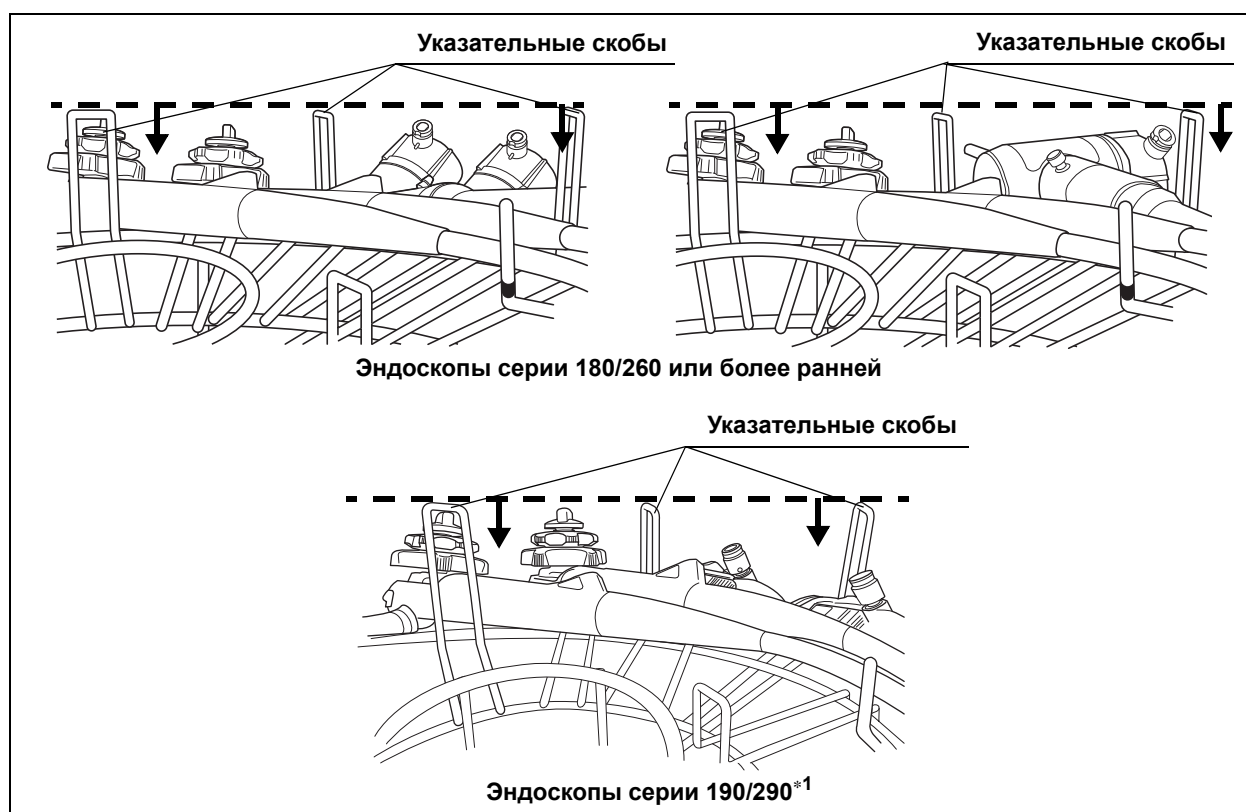

Рис. 4.31
7. Обеспечьте, чтобы эндоскоп располагался ниже указательных скоб, обозначающих уровень дезинфицирующей жидкости (см. Рис. 4.31).